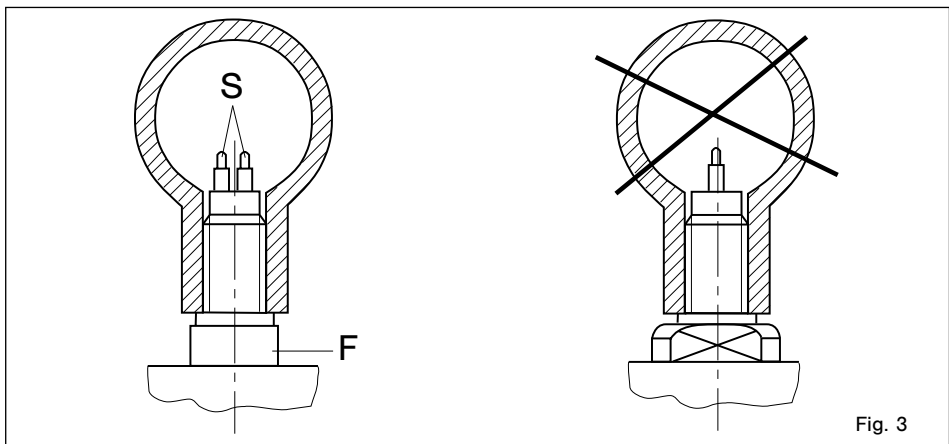
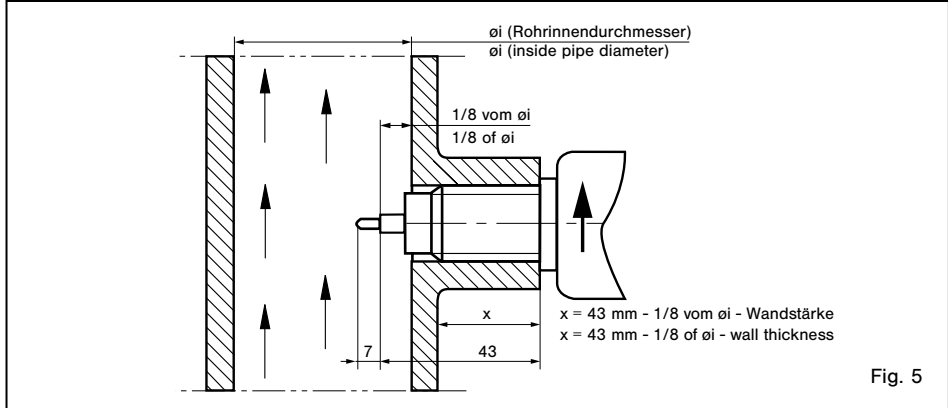

Fig. 3
Fig. 5
- 2 Die Messfühler (S) müssen nebeneinander im Rohr liegen (siehe Fig. 3):
- 2 The two sensors (S) must be side by side across the direction of flow (see fig. 3):
Die beiden Messfühler (S) müssen im eingebauten Zustand nebeneinander im Strömungsmedium liegen. Dies ist der Fall, wenn die Schlüsselansatzflächen (F) parallel zur Rohrleitung stehen (siehe Fig. 3). Bis 56 mm Rohrdurchmesser muss der Einschraubstutzen bündig mit der Rohrwand sein. Größer 56 mm Rohrdurchmesser muss die Fühlermitte (schräger Absatz) auf 1/8 des Rohrdurchmessers eingeschraubt werden. Der Pfeil (Laserbeschriftung) an der Seite des Gehäuses muss in Strömungsrichtung zeigen (siehe Fig. 5).
The two sensors (S) of the flow meter must be aligned side by side directly across the direction of flow. The sensors are correctly positioned when the wrench flats (F) are aligned parallel with the pipe (see fig. 3). For inside pipe diameters up to 56 mm (2.2 in) the shaft end must be in line with the inner pipe wall. For inside pipe diameters above 56 mm (2.2 in) the shoulder of the two sensors (7 mm (0.28 in) from the tip) must be positioned at 1/8 of inside pipe diameter $\varnothing i$. The arrow (laser marking) at the side of the housing must show in direction of flow (see fig. 5).
Die beiden Messfühler (S) müssen im eingebauten Zustand nebeneinander im Strömungsmedium liegen. Dies ist der Fall, wenn die Schlüsselansatzflächen (F) parallel zur Rohrleitung stehen (siehe Fig. 3). Die Fühlermitte (schräger Absatz) muss bei 1/8 des Rohrdurchmessers positioniert werden. Der Pfeil (Laserbeschriftung) an der Seite des Gehäuses muss in Strömungsrichtung zeigen (siehe Fig. 7).
The two sensors (S) on the flow meter must be aligned side by side directly across the direction of flow. The sensors are correctly positioned when the wrench flats (F) are aligned parallel with the pipe (see fig. 3). The shoulder of the two sensors (7 mm (0.28 in) from the tip) must be positioned at 1/8 of inside pipe diameter $\varnothing i$. The arrow (laser marking) at the side of the housing must show in direction of flow (see fig. 7).